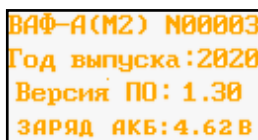

Рисунок 64 – Кадр просмотра информации о приборе
6.5.3.5 Для отображения информации о ВАФ, версии программного модуля «РАС» и уровне заряда АКБ (рисунок 64) необходимо установить курсор на строке «инф. о приборе» нажать клавишу «».